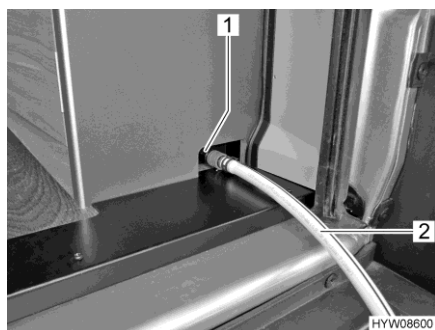

Fig. 70 Giunto rapido
- Infilare il tubo flessibile dell'acqua potabile (Fig. 70,2) sul giunto rapido (Fig. 70,1) sull'estremità del piano di lavoro (sul lato destro del veicolo).
- Infilare il tubo flessibile di scarico (Fig. 70,2) sul giunto rapido (Fig. 70,1) sull'estremità del piano di lavoro (sul lato destro del veicolo).